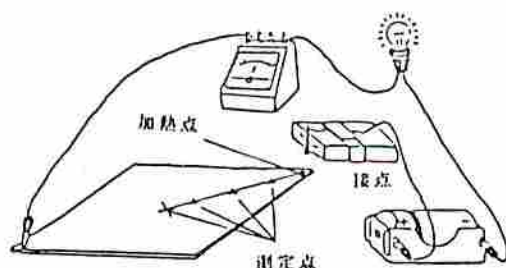

図 2 回路図
- (1) 鉄板、銅板、アルミニウム板を別々のスタンドに固定し、板の隅をアルコールランプで10分間加熱する。
- (2) 放冷後、加熱点から1cm刻みに10cmまで印を付ける。
- (3) 金属板、豆電球(または圧電プザー)、乾電池、電流計、リード線、工夫した接点で図2のように回路を作り、加熱点を起点として、1cmおきに電流値を測定する。また、点灯や発信音の様子も観察する。